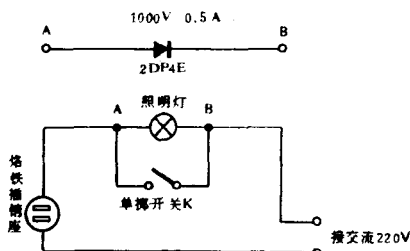

图 1-1-3 烙铁预热装置
3. 为了让电烙铁头在较长时间内保持一定温度，不致于太凉或太热，以便及时使用。可采用图 1-1-3 的方法，自制一个烙铁预热装置。将电烙铁插入插座，接上 220V 交流电源，将单掷开关 K 接通（照明灯被短接），此时，电烙铁接到 220V 电源上，待烧热后即可使用。如暂时不使用烙铁，或断续使用，则可随时将单掷开关 K 断开，用一适当瓦数（如 25W）的灯泡与电烙铁串联，这样可使电烙铁保持一定温度，而不使其过热。待再使用时，只要将灯泡短接，也就是闭合开关 K，烙铁就马上升温，保证及时使用。
代替灯泡，接于图 1-1-3 中的 A、B 两端，利用二极管的单向导电性，使交流电只有一半通过电烙铁，电烙铁功率就降低。这样既避免了过热耗电，又和上述的作用相同。另外，如使电烙铁架下端与一微动开关相接，提起电烙铁时，微动开关将二极管短路，电烙铁迅速升温；放下电烙铁时，二极管与烙铁串接，使电烙铁保持一定的温度，这样就更加方便。